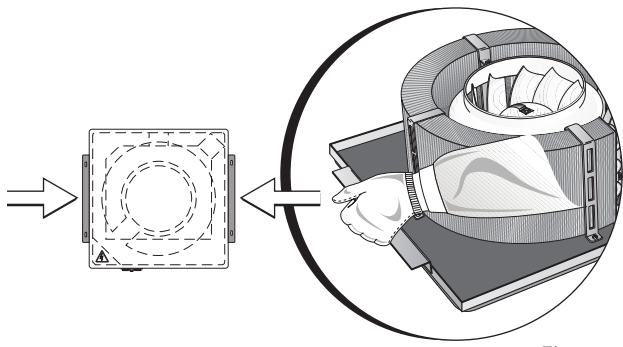

Fig. 4
**Non maneggiare l'unità mediante gli attacchi frigoriferi ma servirsi delle apposite staffe** (fig. 4).